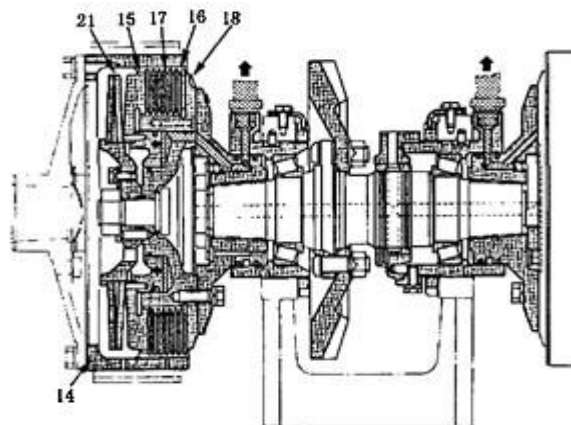

Рис. 5-29
При отпуске рычага рулевого управления, прекращается давление масла, нажимная пружина муфты создает давление, которое возвращает пластину (15) на ее исходное положение, ставя фрикционные диски (16) и пластины (17) в рабочее положение и осуществляя передачу мощности. (См. рис. 5-29)